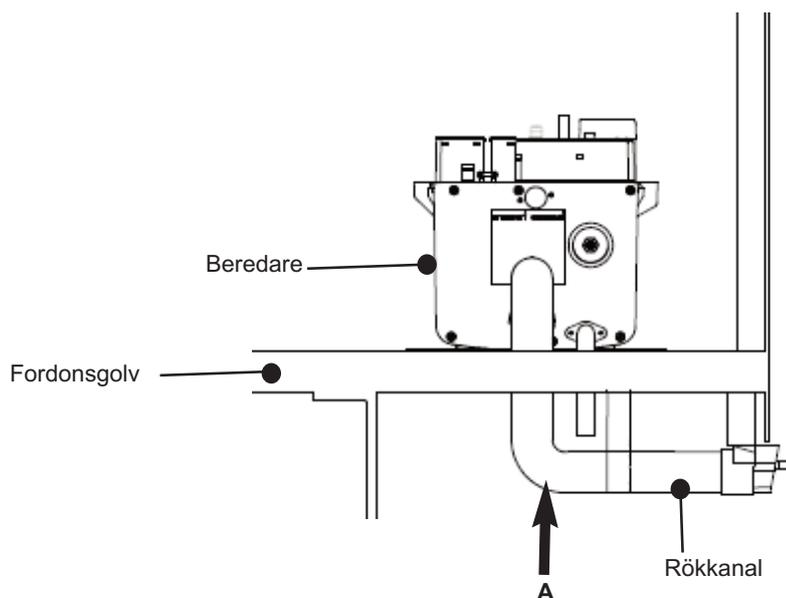

Bild 25 Röckanalsriktning
- iv. Tryck på inlopps rökkanalen i den bakre änden av rökkanalterminalen (sitter på fordonsgolvet). Rökkanalen **måste** tryckas ända in. Se bild 25. Rökkanalen **måste** vara synlig i rökkanalterminalen.
OBS: röckanalen från beredaren till terminalen **måste ha** maximalt en stigning. Såsom framgår av punkten A i bild 25 gör detta att kondens kan rinna bort från beredaren.